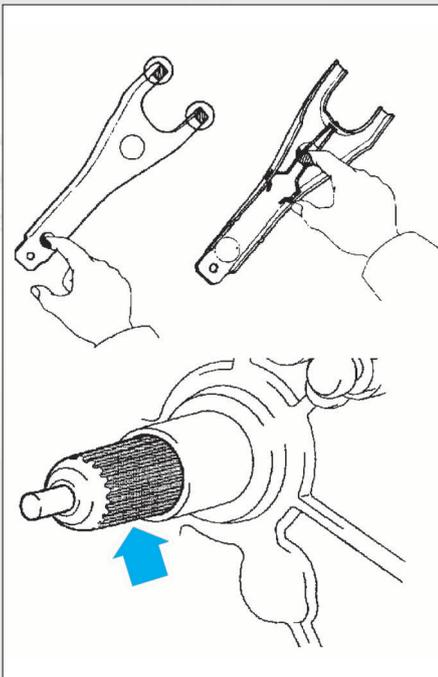

FIG. 2
- Enduire légèrement de graisse la surface de contact entre la fourchette et la butée, la surface de contact entre la fourchette et la tige de poussée, les points de pivotement de la fourchette et les cannelures de l'arbre primaire (fig. 2).